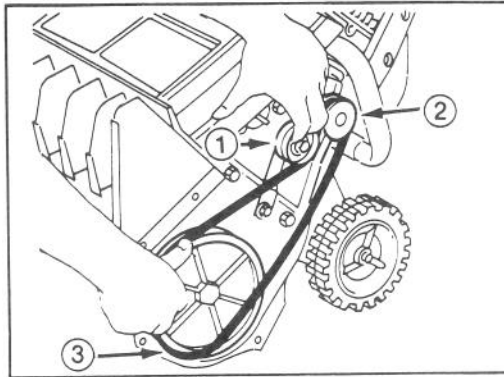

Fig. 10
4. POSE DE LA COURROIE (Fig. 10) — Enroulez la courroie autour de la poulie du moteur, par dessous la poulie de tension, et commencez à l'enrouler autour de la poulie du rotor. Soulevez la poulie de tension et tournez la poulie du rotor vers l'avant jusqu'à ce que la courroie s'y engage.